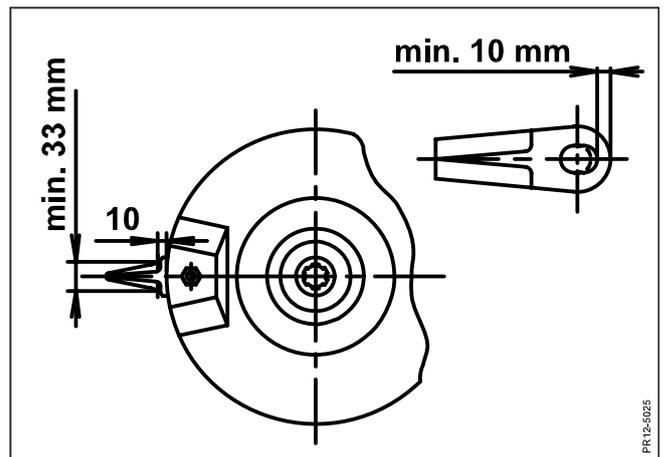

Fig. 5-5
- Fig. 5-5 Les couteaux doivent être remplacés si: